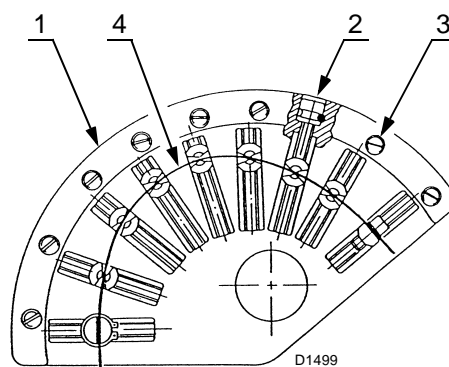

Fig. 28
Agire sui registri filettati 2)(Fig. 28) dopo aver allentato le viti 3).
Legenda (Fig. 28)
- 6 Procedere alla taratura della portata d'aria mediante la regolazione della camma a profilo variabile agendo sulle viti 2)(Fig. 28).
- 9 A regolazione ottimale raggiunta, ricordarsi di bloccare le viti di regolazione dei profili delle camme per mezzo delle viti 3)(Fig. 28).